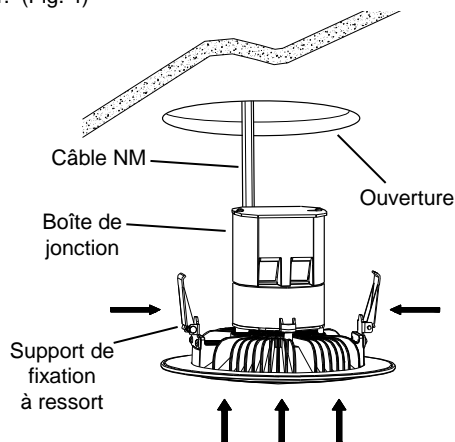

Fig. 4
- Soulevez la garniture Easy-UP™ vers l'ouverture du plafond, tout en poussant l'excédent de câble NM dans l'ouverture. (Fig. 4)
- Levez et serrez les supports de fixation à ressort contre les parois de la boîte de jonction, tel qu'illustré, et insérez la garniture Easy-UP™ dans l'ouverture du plafond, en faisant passer la boîte de jonction en premier. (Fig. 4)